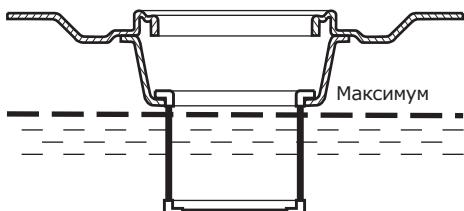

Рис. 4
- Убедитесь, что топливный бак полностью заполнен (рис. 4).